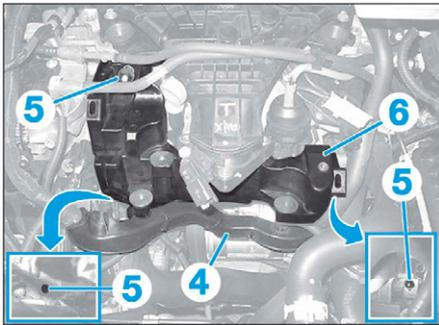

FIG. 73
- Dégrafer et écarter la goulotte de passage du faisceau électrique (4) (Fig.73).
- les vis de fixation (5),
- le support de boîtier doseur d'air admission (6)